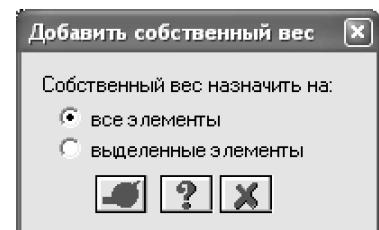

Рис.4.16. Диалоговое окно
- С помощью меню **Нагрузки** ⇒ **Добавить собственный вес** вызовите диалоговое окно **Добавить собственный вес** (рис. 4.16).